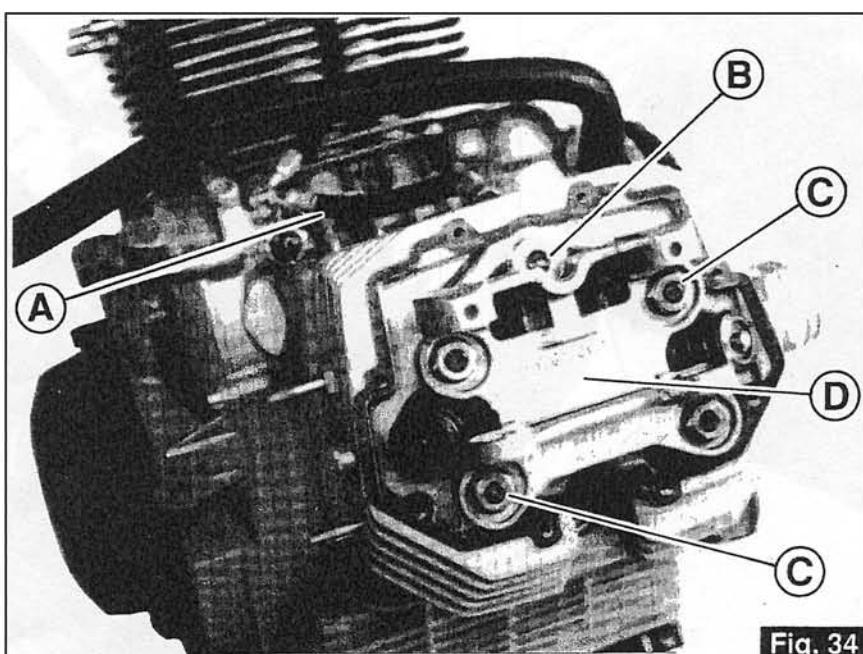

Fig. 34
– Débranchez le tube «A» de refoulement huile aux culasses; dévissez le bouchon fileté «B» et dévissez l'écrou à colonnette sous-jacent et les 5 écrous «C»; ôtez le support des culbuteurs «D» (Fig. 34).
– Die Leitung «A» der Ölzufluhr zu den Zylinderköpfen abnehmen, den Gewindeverschluß «B» aufschrauben, ebenso den darunterliegenden Schraubenbolzen und die 5 Muttern «C» aufschrauben; die Kipphebelhalterung «D» (Abb. 34) abnehmen.